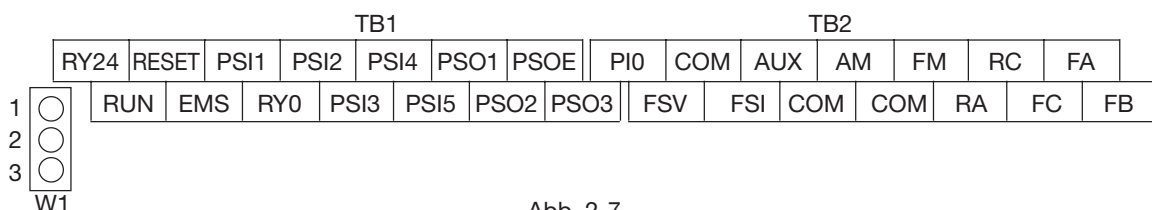

Abb. 2-7
- 9) Die Anordnung der Anschlüsse an der Klemmleiste des Steuerstromkreises wird in Abb. 2-7 gezeigt, die Funktionen sind Tabelle 5-1 zu entnehmen. Anschlüsse mit demselben Anschlussymbol sind intern verbunden.